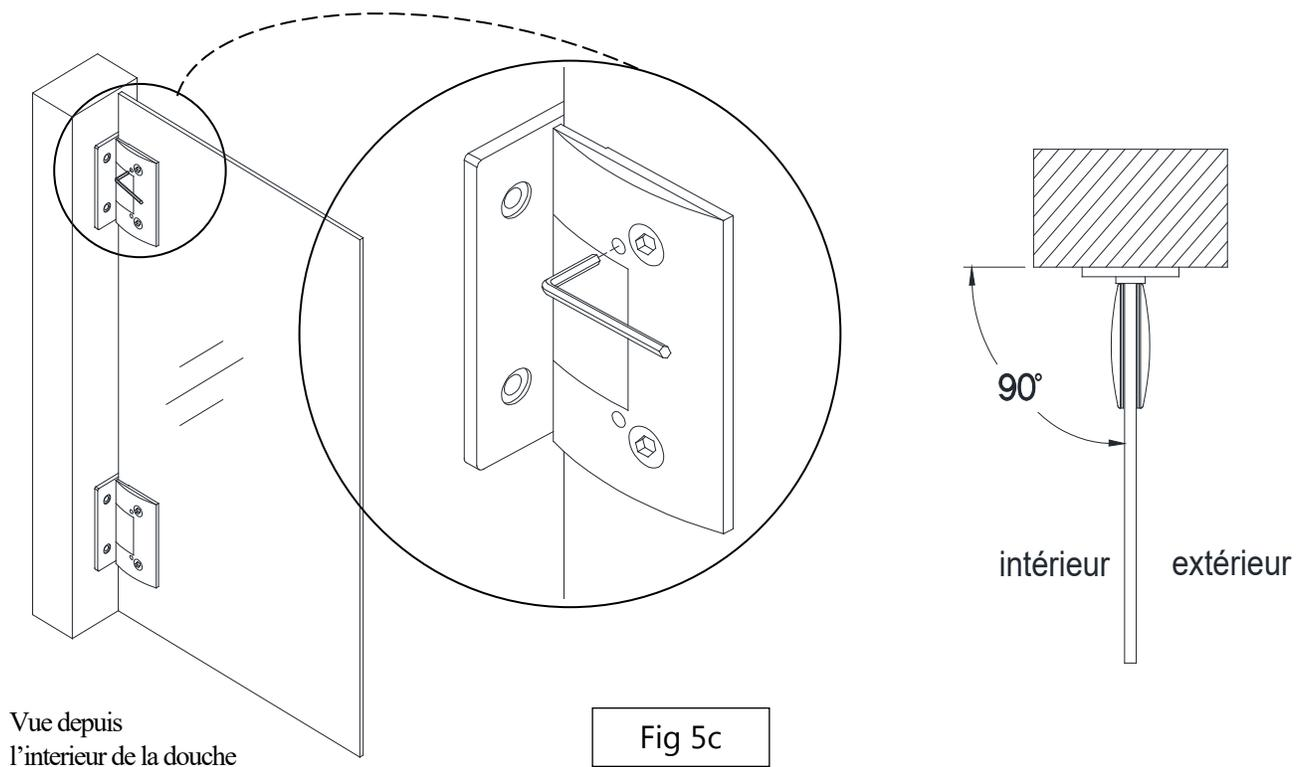

Fig 5c
**5c.** Utilisez la clé Allen fournie pour desserrer les vis de réglage sur la plaque de charnière intérieure, ajustez la porte à l'angle souhaité (90 degrés par exemple), puis resserrez les vis de réglage **(Fig. 5c)**. Assurez-vous de créer un joint étanche contre la gâche de vinyle lors que la porte est en position fermée.